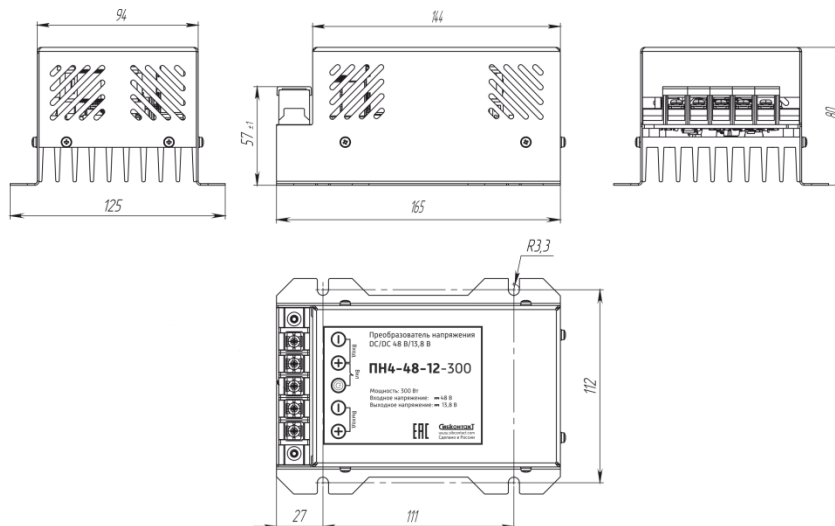

Рисунок 1. Внешний вид ПН4-48-12-300
5.1 Конструкция преобразователя напряжения состоит из следующих основных элементов (Рисунок 1):